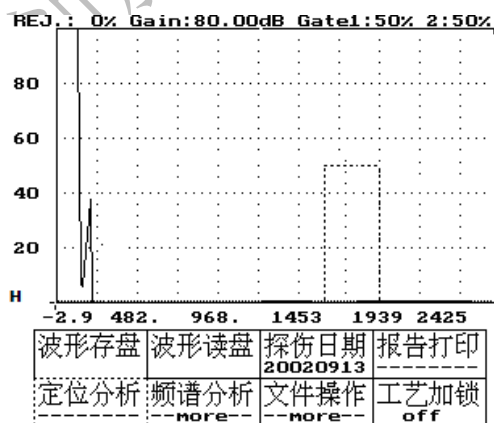

图 22-1
- 2、按方向键——将虚框移到定位分析，如图 22-1 所示。